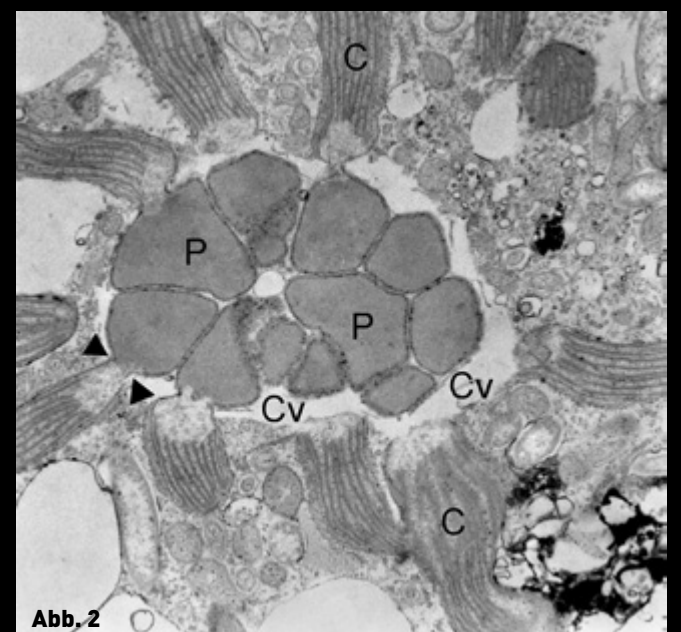

Abb. 4
Abb. 4 Transmissions-elektronenmikroskopische Aufnahme des Cytoplasmas im Hauptzellkörper einer *Synchroma grande*-Zelle. Mitochondrien (M) und vermutlich auch die Bakterien in membranumgrenzten Kompartimenten (B) sind primäre Endosymbionten der Algenzellen.